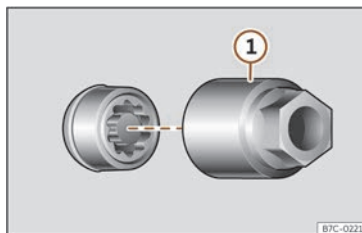

Fig. 208 Caragol antirobatori de la roda amb caputxó i adaptador.
- Encaixeu l'adaptador especial >>> **fig. 208** ① (eina de bord >>> pàg. 291) en el caragol antirobatori de la roda fins al límit.